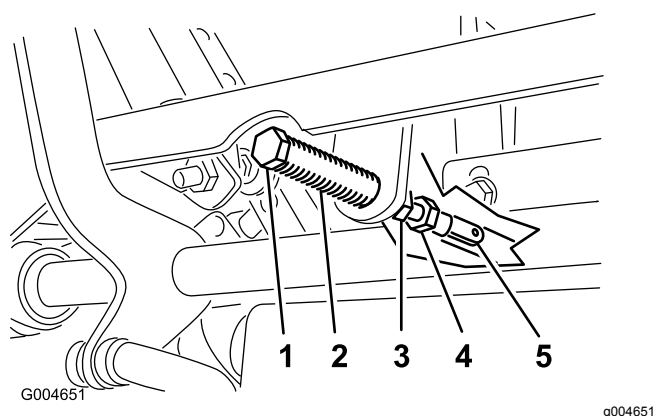

Figura 50
5. Tire hacia atrás de la palanca hasta que el pasador (en el brazo situado encima del eje pivotante) entre en contacto con el extremo de la ranura (empezando justo a tensar el muelle) como se muestra en Figura 50.
7. Si es necesario un ajuste, afloje la tuerca y la contratuerca contra la horquilla (Figura 50).
8. Aplique una ligera presión hacia atrás en la palanca de control de movimiento, y gire la cabeza del perno de ajuste en el sentido apropiado hasta que la palanca de control esté centrada en posición de BLOQUEO/PUNTO MUERTO (Figura 50).
9. Apriete la tuerca y la contratuerca (Figura 50).
10. Apriete las contratueras de las rótulas (Figura 50).